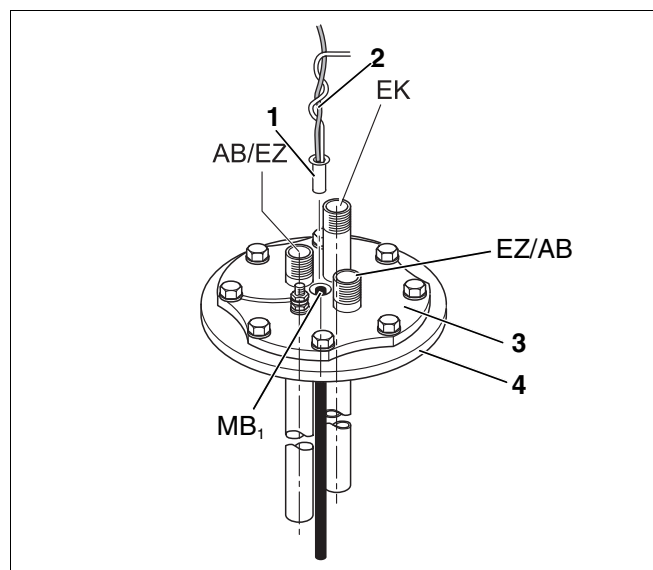

Fig. 7 Point de mesure MB₁ (doigt de gant chargement complémentaire chaudière)
Montage de la sonde d'eau chaude sanitaire (fig. 7):
- Introduire la sonde (fig. 7, **pos. 1**) avec le câble de guidage (fig. 7, **pos. 2**) jusqu'à la butée. (Le câble de guidage se trouve sur le point de mesure MB₁.)